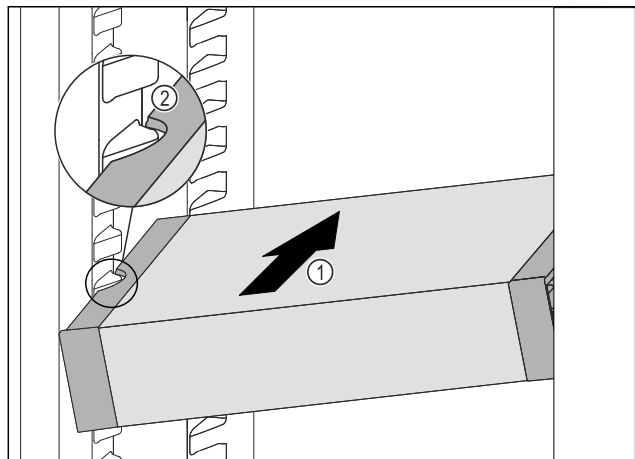

Fig. 114
- Insérer le VarioSafe en biais dans la partie réfrigérateur Fig. 114 (1) jusqu'à ce que les encoches latérales Fig. 114 (2) du VarioSafe se trouvent à la hauteur de la nervure du bac dans la partie réfrigérateur.